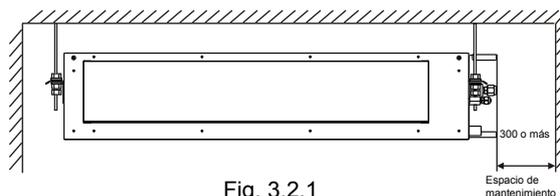

Fig. 3.2.1
- Los falsos techos no suelen tener inclinación. (Véase fig.3.2.1, fig 3.2.2)